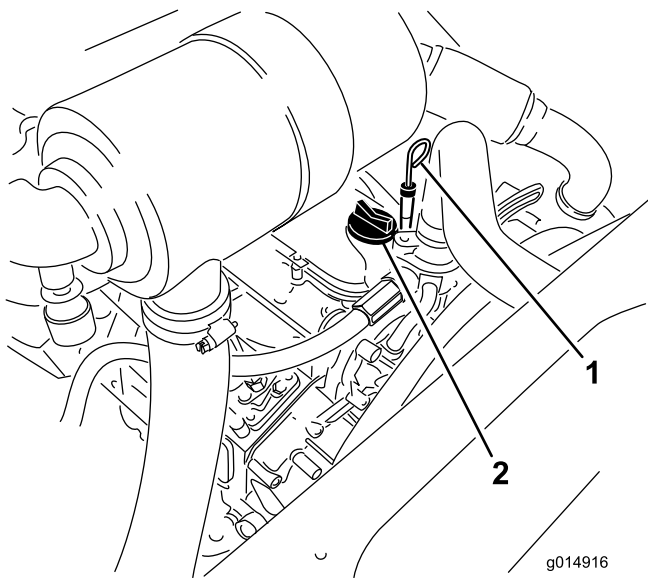

图32
3. 取出量油尺擦拭干净并安装图32。
5. 如果油位低于已满标记应取下加油盖图32添加机油直至油位达到量油尺上的已满标记。